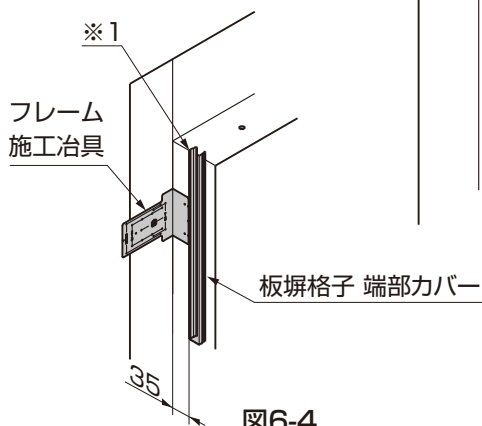

図6-4
- フレーム施工器具をガイドに使うことで柱の中央に板塀格子 端部カバーを取付けることができます。(図6-4参照)
- 板塀格子 端部カバーはフレームに突き当てて取付けてください。(※1)(図6-4参照)